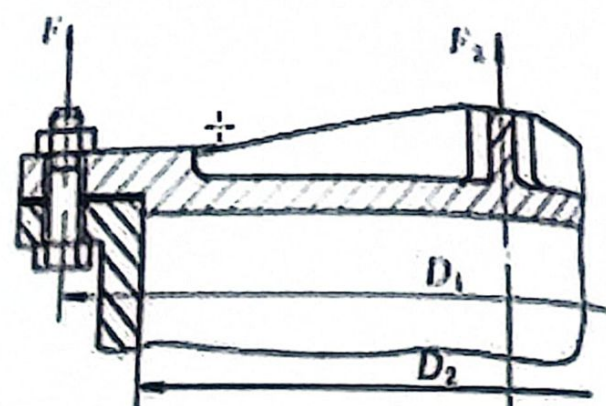

图 2.3-21 连接受轴向载荷
2.3-9 图 2.3-21 所示为一汽缸盖螺栓组联接。已知汽缸内的工作压力 $P=0\sim 1.5\text{MPa}$ ，缸盖与缸体均为钢制，直径 $D_1=350\text{mm}$ ， $D_2=250\text{mm}$ 。上、下凸缘加垫片厚度均总计为 52mm 。试设计此螺栓组联接。